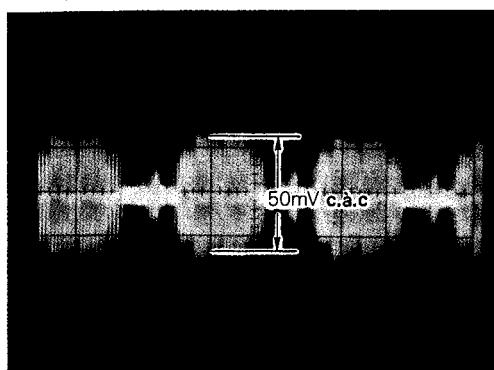

Fig. 3-13
- Régler VR601 pour obtenir 50 mV c.a.c Voir Fig. 3-13.